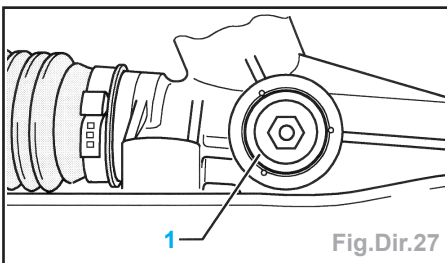

Fig.Dir.27
- Pendant les mouvements du volant, le 2^{ème} mécanicien serre prudemment la vis de réglage (1) jusqu'à ce que le bruit de crécelle ne soit plus audible dans l'habitacle (Fig.Dir.27).